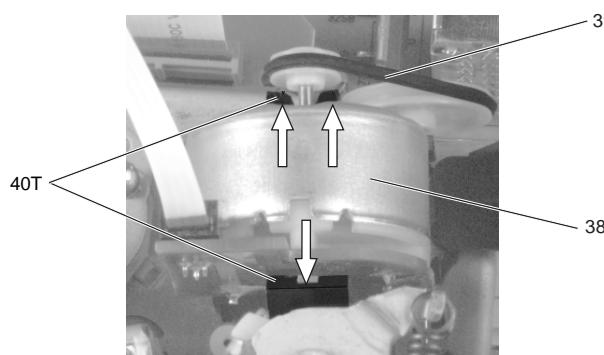

Fig. 15
- Enlever la courroie d'entraînement (Pos. 39) et retirer le câble du moteur (Fig. 15).
- Pousser le support moteur (Pos. 40T) dans le sens de la flèche et retirer le moteur de chargement (Pos. 38) de son support (Fig. 15). Lors du montage, veiller à ce que le moteur soit bien enclenché dans les supports avant et arrière.
- Remove the drive belt (Pos. 39, Fig. 15) and unplug the connector from the threading motor.
- Press the motor support (Pos. 40T) in the direction of the arrow and take the threading motor (Pos. 38) out of the motor support (Fig. 15). When fitting the motor ensure that the threading motor locks into the front and rear bearing.